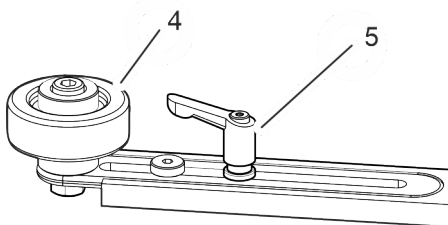

Abb. 26: Abstützrollen
1. ➤ Klemmhebel lösen (Abb. 26/5).
2. ➤ Abstützrollen (Abb. 26/4) an die Flanschwand setzen.
3. ➤ Klemmhebel (Abb. 26/5) schließen.